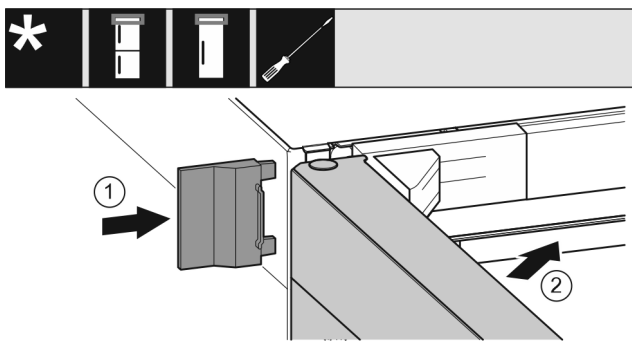

Fig. 24
- ▶ Navlecite zunanji pokrov Fig. 24 (1).
- ▶ Zaprite zgornja vrata Fig. 24 (2).